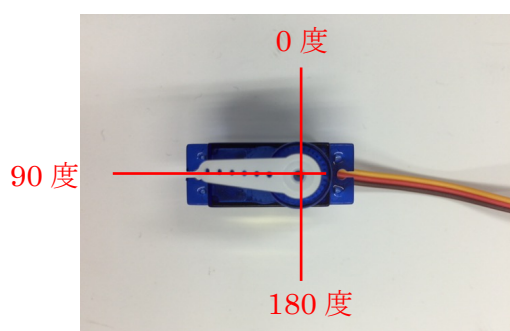

図 7.2.1：サーボホーンを取り付け
1. サーボモータの回転軸に、サーボホーンを 90 度の位置に取り付ける (図 7.2.1)。回転軸が 90 度になっていない場合、前回の演習 7.1.2 を実行し、90 度に回転させた上でサーボホーンを取り付けるとよい。